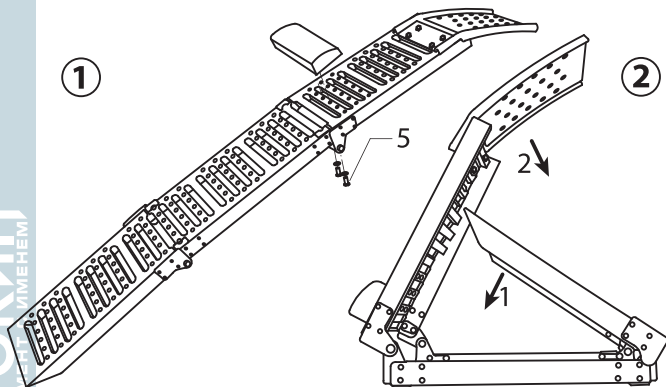

Рисунок 4 – Сборка эстакады
Для сборки эстакад прикрутите при помощи двух винтов стопор к верхней части эстакады в соответствующем месте (см. рис. 4(1)). Сложите последовательно трап в эстакаду, как показано на схеме на рисунке 4(2).
- Продолжайте плавно заезжать на эстакады без резких ускорений или торможений, пока автомобиль полностью не заедет и не упрётся в стопоры, как показано на рис. 4.